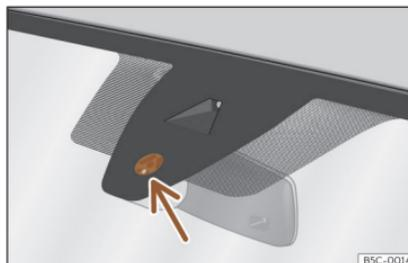

Fig. 102 Superficie sensible del sensor de lluvia.
Las posibles causas de anomalías e interpretaciones erróneas en la zona de la superficie sensible >>> **fig. 102** del sensor de lluvia son, entre otras:
- Limpie regularmente la superficie sensible del sensor de lluvia» fig. 102 (flecha) y compruebe posibles daños en las escobillas.